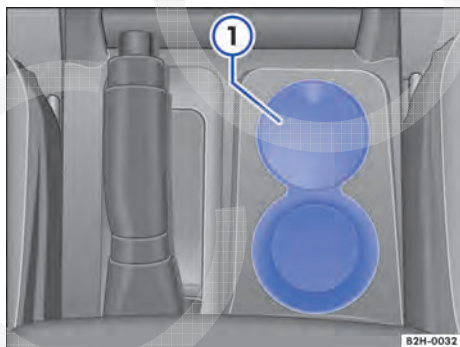

Fig. 139 No console central: cinzeiro.
- Retirar o cinzeiro ⇒ Fig. 139 ① e esvaziar.